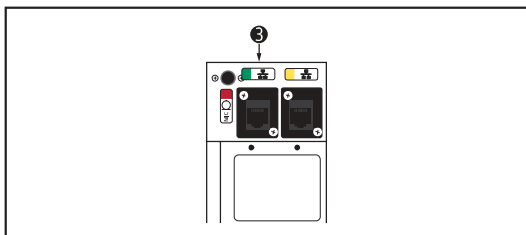

Figura 83.
- [2] Ethernet (mod listă de lucru DICOM) – Conectați Ethernet la portul VERDE de rețea a procesorului de achiziție (identificat în Figura 83, ca nr. 3).